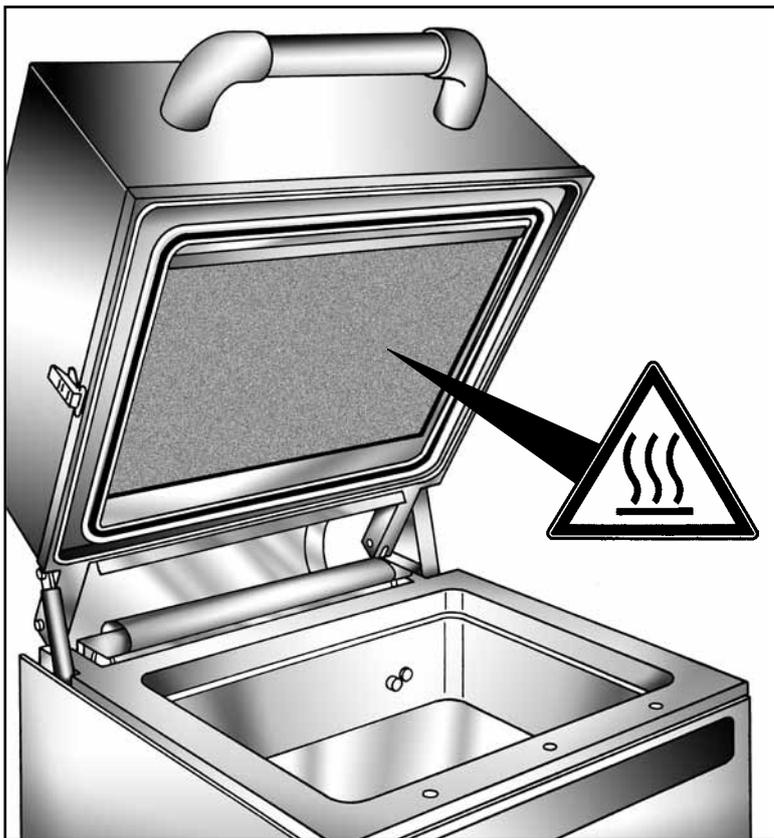

Fig. 1
- 2) Regular la temperatura de la plancha entre 70 y 80 °C (**Fig. 1**).